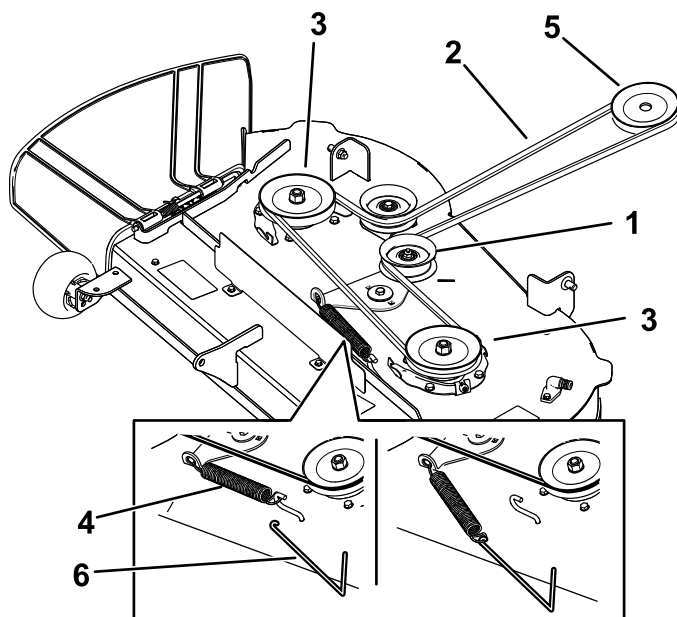
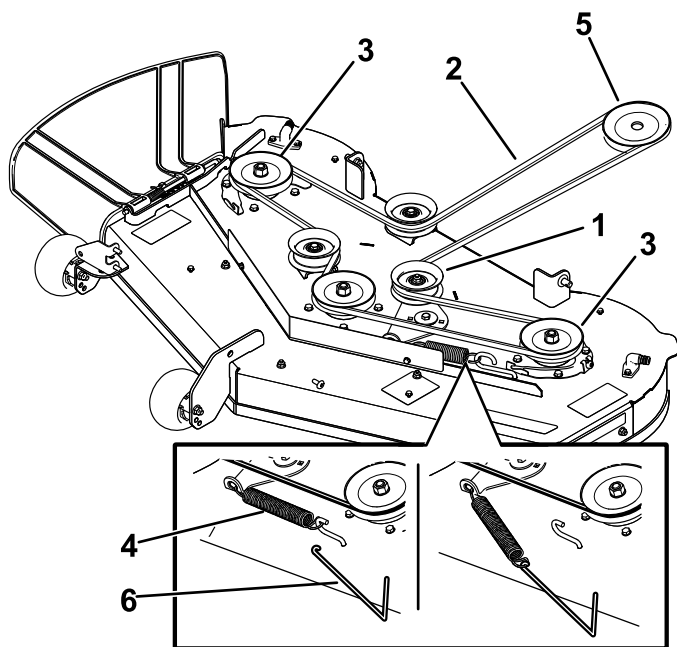

Figura 51
Figura 52
6. Usando una herramienta para la retirada de muelles (Pieza Toro N° 92-5771), retire el muelle tensor del gancho de la carcasa para eliminar la tensión de la polea tensora, y retire la correa de las poleas (Figura 51 o Figura 52).
7. Enrute la correa nueva alrededor de las poleas del motor y del cortacésped (Figura 51 o Figura 52).
8. Usando una herramienta para la retirada de muelles (Pieza Toro N° 92-5771), instale el muelle tensor sobre el gancho de la carcasa y tense la polea tensora y la correa (Figura 51 o Figura 52).